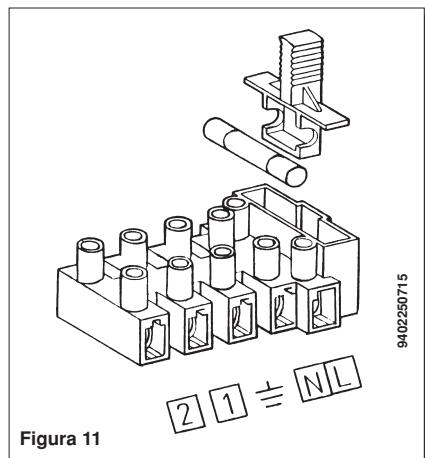

Figura 11
- Accesați panoul cu borne de alimentare (figura 11) conform descrierii din capitolul precedent;
- Îndepărtați puncta de pe bornele (1) și (2);